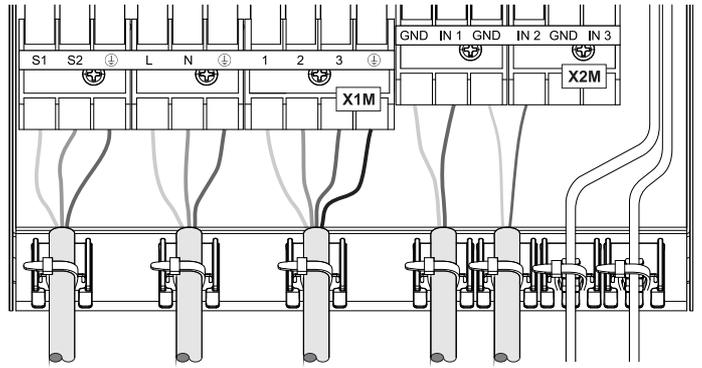

Fig. 4-8 Descarga de tracción mediante brida para cables
- Para todos los cables conectados al DAIKIN EKHP debe asegurarse una descarga de tracción eficaz en la carcasa de regulación por medio de una brida para cables (véase la fig. 4-8 a 4-10).